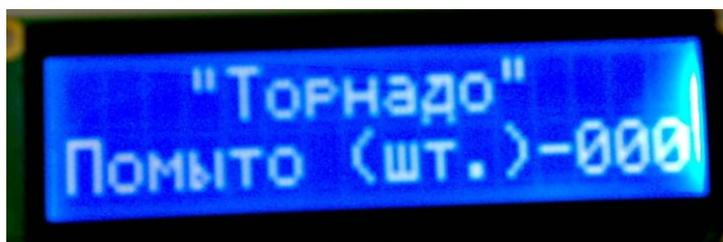

Рис. 6.2.
5.5. В ждущем режиме дисплей отображает количество помытых колес (рис.6.2). При достижении количества равного 300 колес\*\* на экране высветится надпись: «Замените воду» и перестанут запускаться программы. Для обнуления счетчика и сброса сообщения необходимо нажать и удерживать кнопку «Обдув воздухом «V» до тех пор, пока сообщение не пропадет (3-5с).